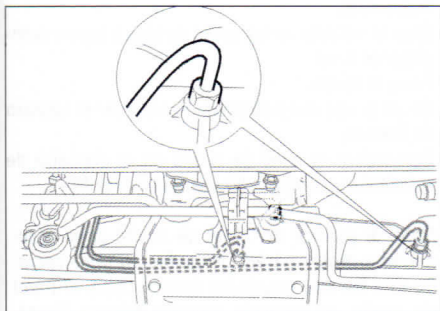

FIG. 13
- Aflojar los racores de las tuberías de alimentación del cilindro hidráulico en la caja de dirección (**fig. 13**).
- Apretar los racores de las tuberías de alimentación del cilindro hidráulico en la caja (**fig. 13**).